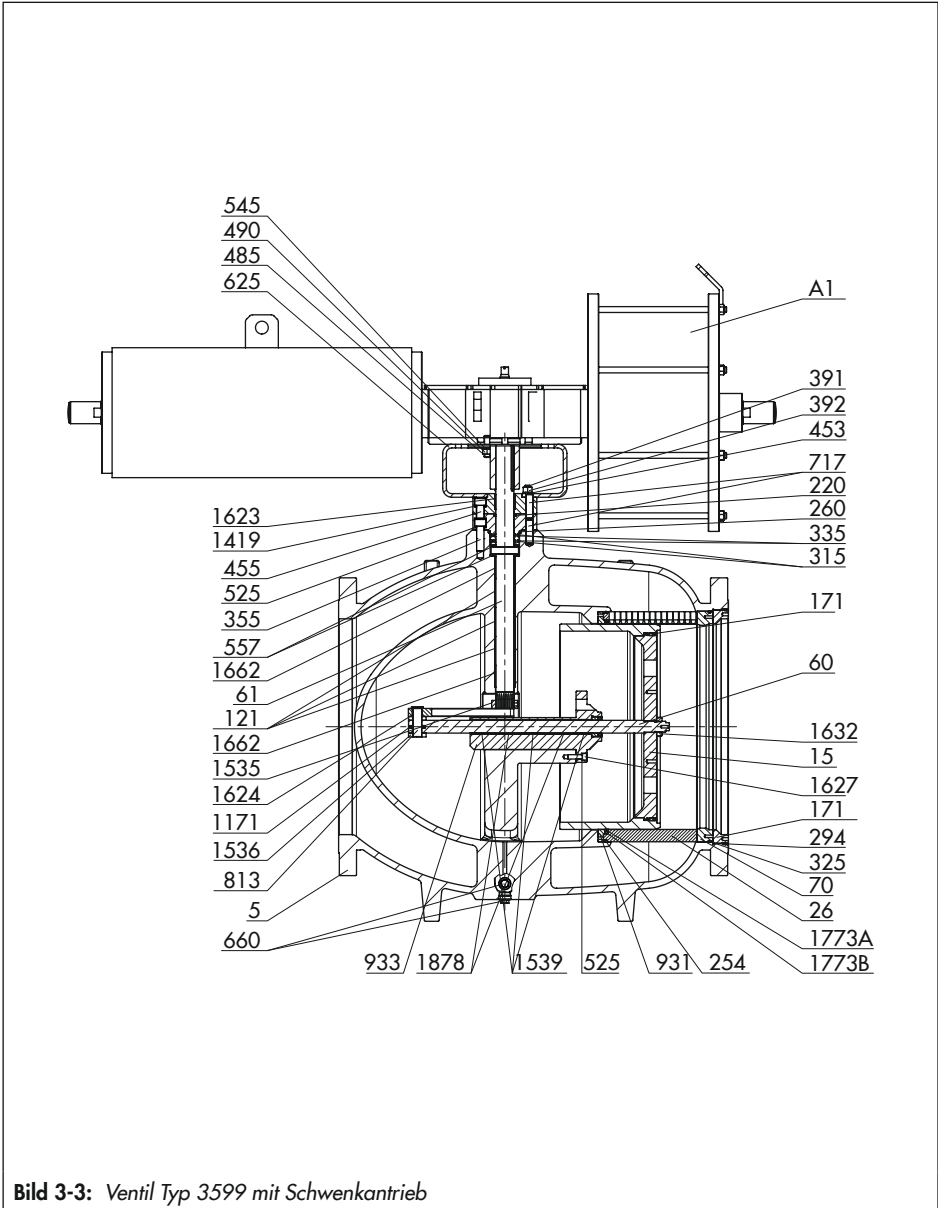

**Bild 3-2:** Ventil Typ 3599 mit elektrischem Schwenkantrieb
Vgl. Bild 3-2 und Bild 3-3
**Legende zu Bild 3-2**